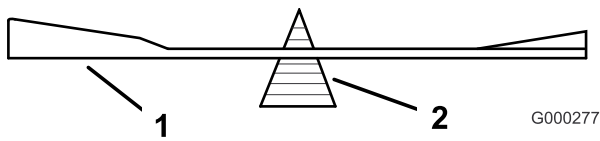

Figura 74
- Verifique el equilibrio de la cuchilla colocándola sobre un equilibrador de cuchillas (Figura 74). Si la cuchilla se mantiene horizontal, está equilibrada y puede utilizarse. Si la cuchilla no está equilibrada, rebaje algo el metal en la parte de la vela solamente. Repita este procedimiento hasta que la cuchilla esté equilibrada.